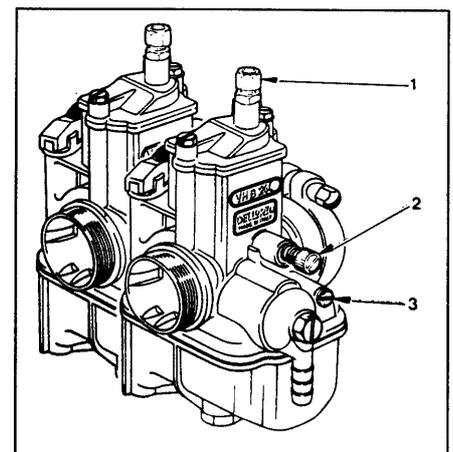
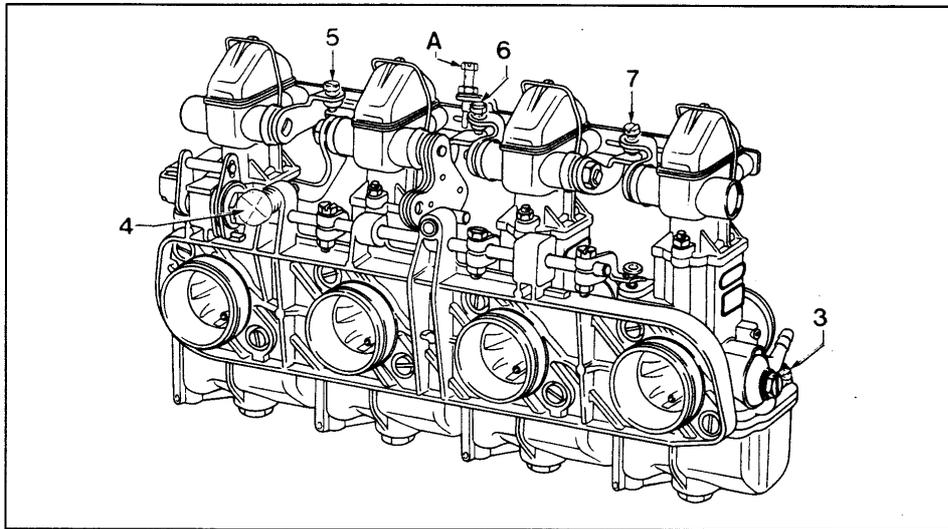

Bild 31
Bild 32
- Durch **einzelne Vergaser**, mit einem Gaszug für jeden Vergaser (Bild 31)
- Durch **zusammengefügte Vergaser**, die durch einen Flansch fest miteinander verbunden sind, und durch einen Gaszug bedient werden (Bild 32)
Sowohl bei einzelnen Vergasern (Bild 31 ), als auch bei Vergaserbatterien, muss jeder Gaszug im Leerlauf etwa 1 mm freies Spiel haben.
- Den Motor starten. Ist die Betriebstemperatur erreicht, den Leerlauf auf etwa 1000U/min mit der Leerlaufeinstellschraube (2) in Bild 31, oder mit der Schraube (4) in Bild 32 einstellen.
- Bei einzelnen Vergasern (Bild 31 ) erfolgt die Synchronisation durch die Leerlaufeinstellschraube (2) an jedem Vergaser.
- An Vergaserbatterien (32) erfolgt die Synchronisation der Vergaser durch die entsprechende Einstellschraube für jeden Vergaser (5), (6), (7). Dabei bildet der direkt angesteuerte Vergaser das Mass für die übrigen.
- Durch die Gemischeinstellschraube (3) wird an jedem Vergaser die höchstmögliche Motordrehzahl eingestellt.
- Nach einer erneuten Prüfung der Ausschläge auf den Anzeigeeinstrumenten wird die korrekte Leerlaufdrehzahl durch die Leerlaufeinstellschraube (2) in Bild 31, oder durch Schraube (4) in Bild 32 eingestellt.
- Bei voneinander unabhängigen Vergasern (3 1 ) soll der Ausschlag des Anzeigegerätes bei einer leichten Gasschieberöffnung gleichmässig sein. Ist dies nicht der Fall, ist eine entsprechende Einstellung an den einzelnen Seilzugeinstellschrauben (1) vorzunehmen.